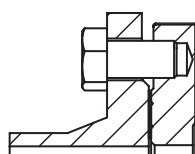

FIG. 3b **SI**
- Eine Schraube mit passender Länge auswählen: wenn sie zu lang ist, ist keine korrekte Schraubenspannung garantiert. Gemäß Abb. 3b oder 3c anbringen. Die Bolzen kreuzweise festziehen.